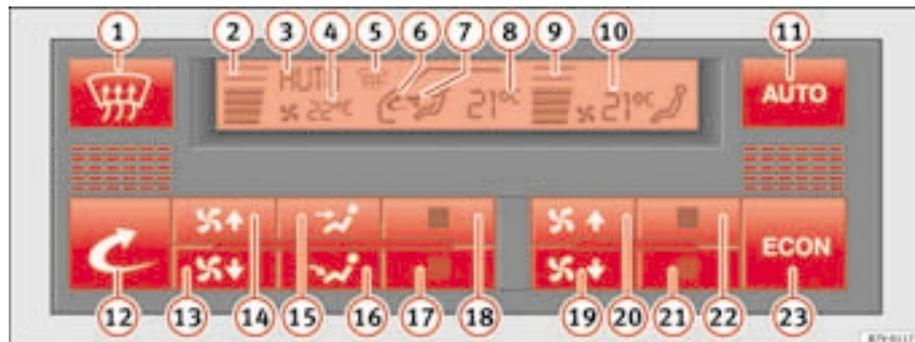

Abb. 119 Ausschnitt aus Instrumententafel: Bedienelemente Climatronic
⇒ Abb. 119 **15** oder **16** bzw. eine der Temperaturtasten **17** oder **18**. In der Anzeige erlischt **AUTO**.
- Drücken Sie die Taste  ⇒ Seite 158, Abb. 119 , um den Umluftbetrieb ein- bzw. auszuschalten. Er ist eingeschaltet, wenn das Symbol   im Anzeigenfeld erscheint.